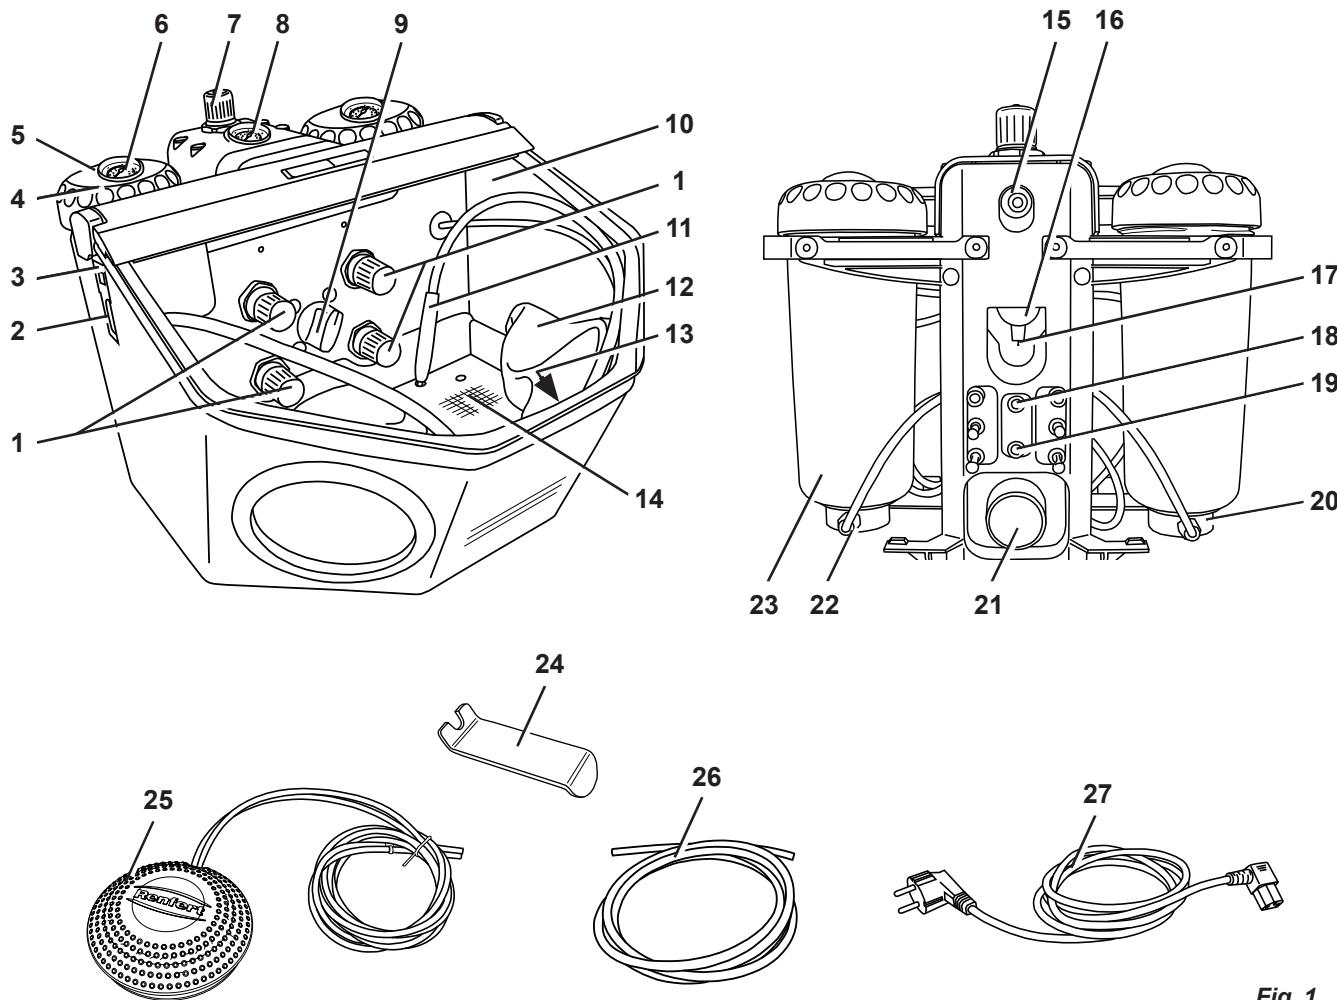

Fig. 1
- ⇒ Innestare il tubo dell'aria compressa (26) nell'apposito raccordo (15) fino alla battuta. Nel far ciò è necessario superare una percepibile leggera resistenza.
- ⇒ Verificare che la pressione di alimentazione sia nel campo di valori richiesto (vedi dati tecnici). Il valore è indicato sul manometro (8, Fig. 1).
**Non azionare mai il regolatore della pressione (7) sul gruppo condizionatore. Questo è stato impostato e fissato in fabbrica su max. 6 bar, al fine di garantire la funzionalità ottimale delle valvole di strozzatura.**